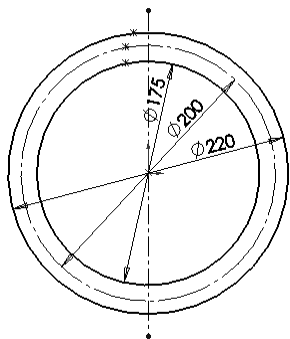
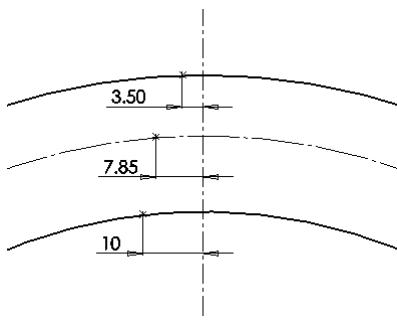

图 9-52 绘制3个点
图 9-53 标注3个点尺寸
- [2] 在分度圆、齿顶圆和齿根圆上绘制3个点，如图9-52所示。标注3个点尺寸，如图9-53所示。